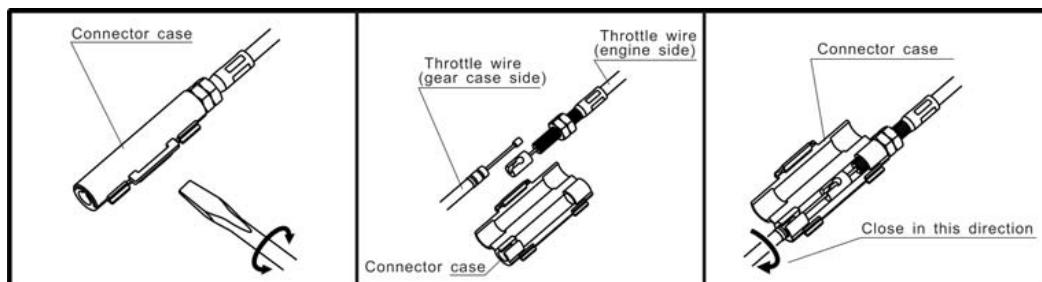

Fig. 4
4. Monter la pointe du fil d'accélérateur de la gâchette pour connecter l'extrémité du câble d'accélérateur au moteur. (Fig. 4)